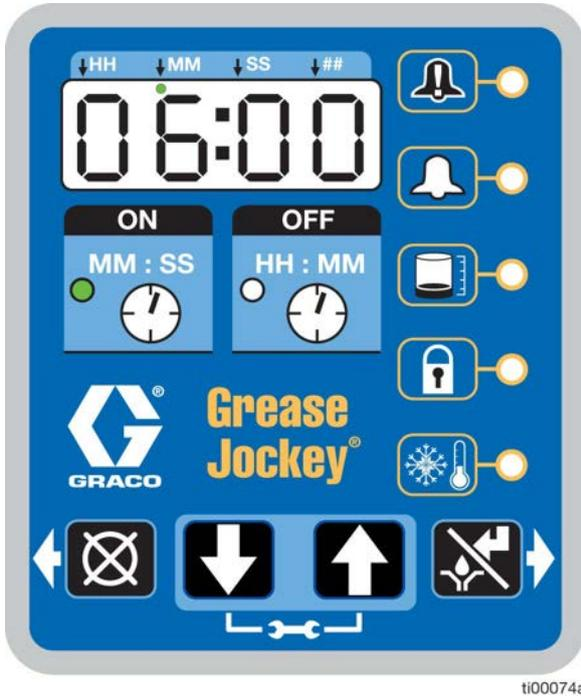

FIG. 37
- Quand le compte à rebours du temps d’ARRÊT arrive à zéro (0), la pompe s’allume et se met en marche pour le cycle de temps de MARCHÉ programmé (FIG. 37).
- L'exemple illustré à la FIG. 37 montre un temps de MARCHE de 6 minutes avant la fin du cycle de lubrification.